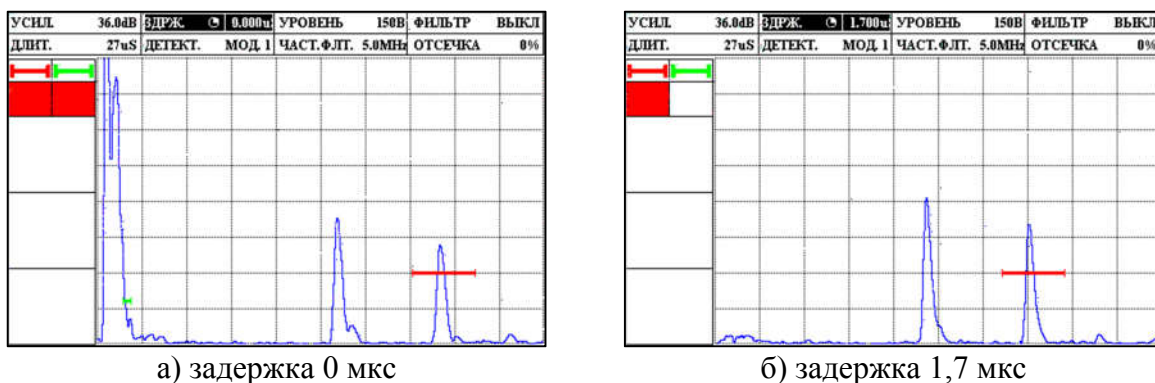

Рисунок 2.17 – Установка временной задержки начала развертки
- Установить временную задержку начала развертки относительно зондирующего импульса «ЗДРЖ.», задержка указывается в диапазоне от 0 до 1000 мкс. Функция задержки развертки смещает изображение А-скана влево или вправо и используется для регулировки вида экрана дефектоскопа (рис. 2.17).